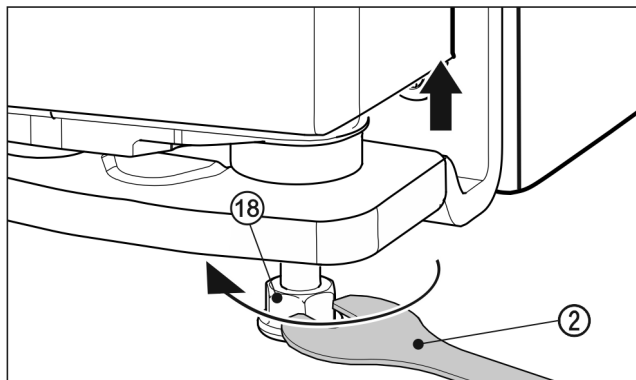

Fig. 21
- K nadzdvihnutí dvířek vyšroubujte seřizovací nožku Fig. 21 (18) přiloženým rozvidleným klíčem Fig. 21 (2) směrem doprava, až se dotkne země. Poté otáčejte dál, až budou dvířka ve správné výšce. V dodaném stavu je ložiskový čep zcela zašroubovaný.